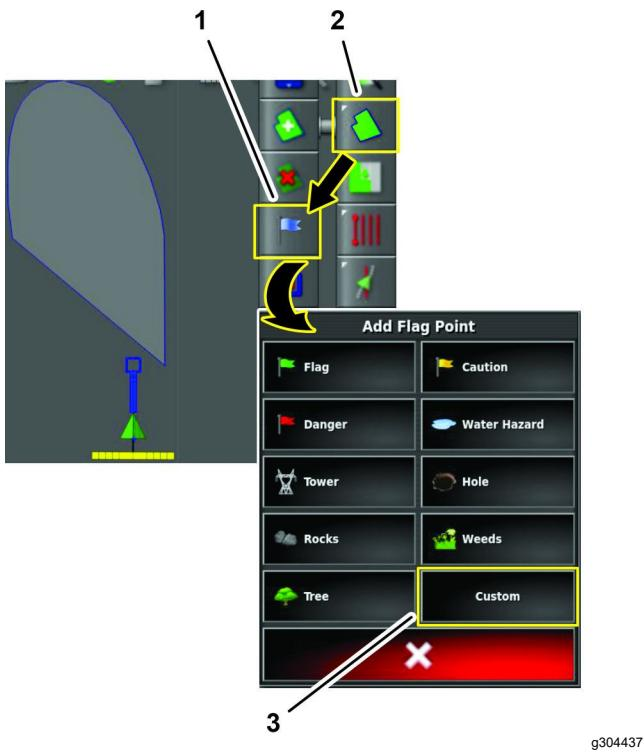

Figure 80
- Dans le menu Ajouter une balise, appuyez sur l'icône MENU DES CHAMPS et l'icône DÉFINIR UNE BALISE (Figure 80).
3. Appuyez sur l'icône PERSONNALISER une balise (Figure 80).